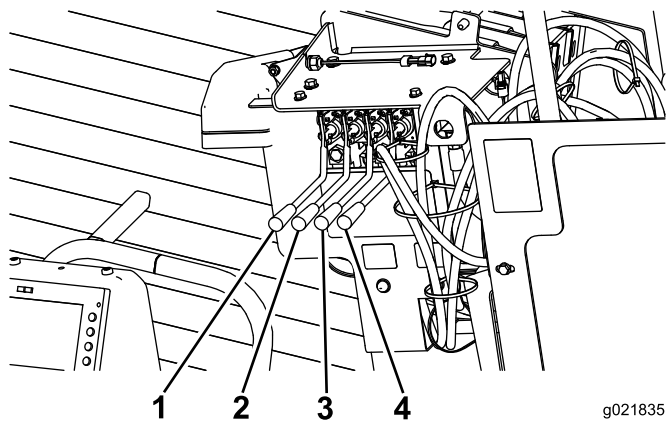

Рисунок 75
11. Нажмите два рычага правых стоек для опускания правых стоек с вращением шнеков до полного погружения в грунт (Рисунок 75).